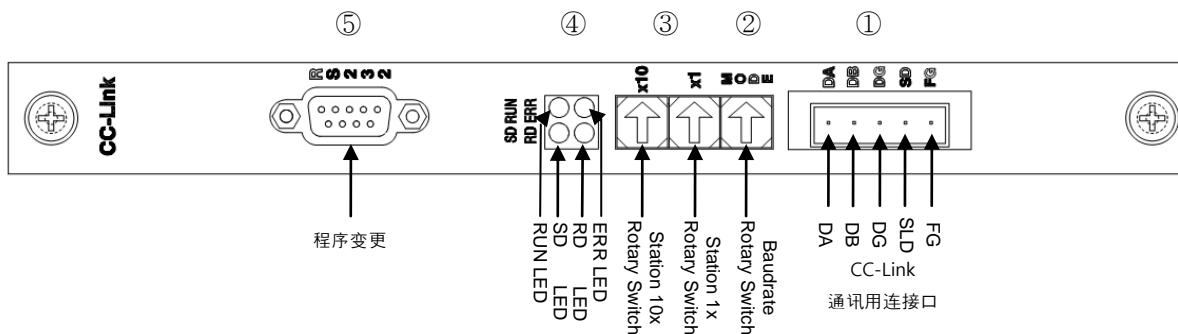

图 3.1 CC-Link Option Card 前面外形图
CC-Link Option Board的前外型图如图 3.1.
CC-Link Option Board有四个LED可以在外部简单了解 CC-Link Adapter 状态. 外形和图 3.1的 ④号一样, 功能如下.
为了与CC-Link Master通信利用图 3.1的 ③ Station 10x Rotary Switch和 Station 1x Rotary Switch变更到在 Master里设定的 Station Number
STL(Z) 950 是 5 PIN OPEN Connector. 外形和图 3.1 的 ①一样, cable 是 CC-Link 里定义的 CC-Link Ver.1.10 就可以. DA(蓝色), DB(白色), DG(黄色)以定义, SLD 和 FG 没有颜色定义. SLD 代表 CABLE 的 Shield, FG 代表 Frame Ground. 具体事项请参照“4.2 CC_LINK NETWORK CABLE 接线方法”.